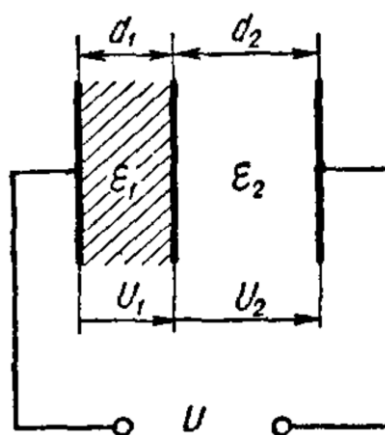

Рис. 2
18. Для схемы рис. 2, определить емкость конденсатора и предельное напряжение, на которое его можно включать (для более слабого слоя двойной запас электрической прочности). Площадь каждой пластины ( $12 \text{ см}^2$ ). Имеет два диэлектрика слюда ( $\epsilon r_1 = 6$ ) толщиной ( $d_1 = 0,3$  мм) и стекла ( $\epsilon r_2 = 7$ ) толщиной ( $d_2 = 0,4$  мм). Пробивное напряжение слюды ( $E_1 = 77$  кВ/мм) и стекла ( $E_2 = 36$  кВ/мм).